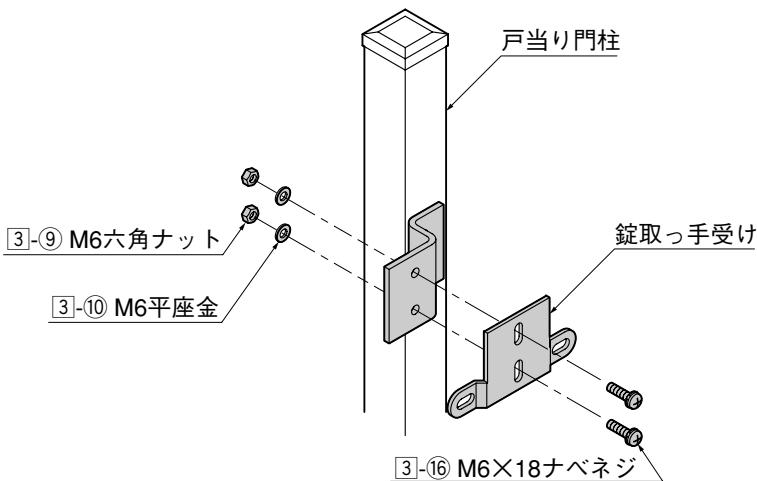
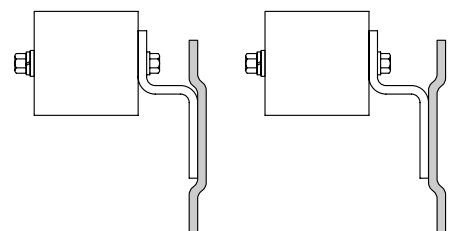

図7-3
図7-4
③ 戸当り門柱に錠取っ手受けを取付けます。(図7-3参照)
- 施錠して南京錠が付けやすい位置に錠取っ手受けの向きと高さを調整してください。(図7-3、図7-4参照)